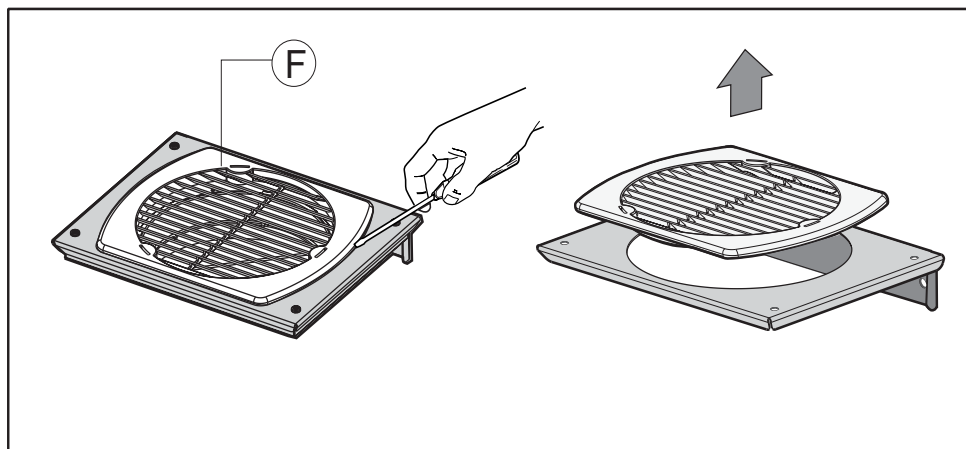

Fig.10
- Se il vostro modello è in **versione aspirante**, togliere la griglia **F** (fig. 10) solo nel caso in cui si ha la necessità di far passare il tubo evacuazione aria